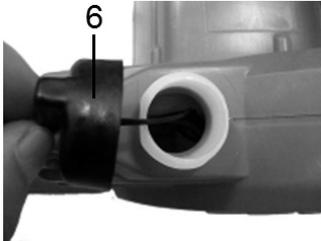

Fig.8
1. Rimuovere il tappo dell'olio. (Fig.8)